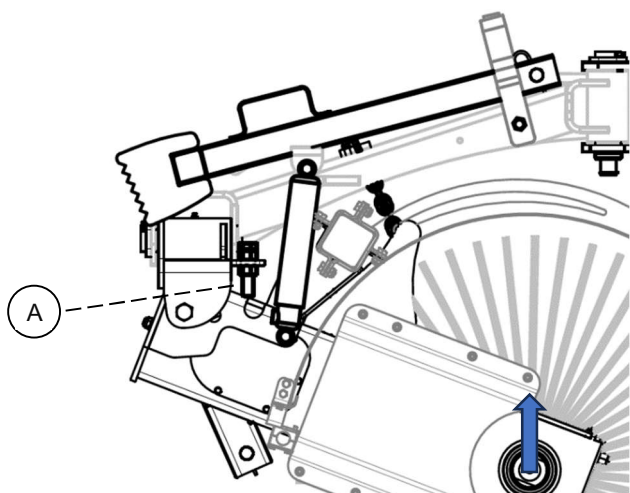
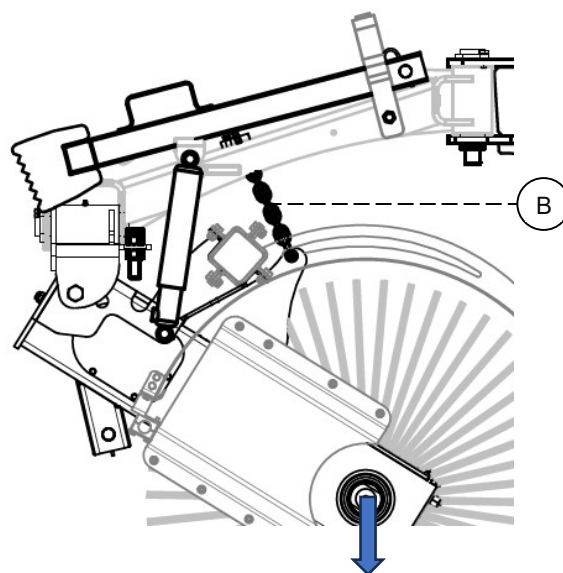
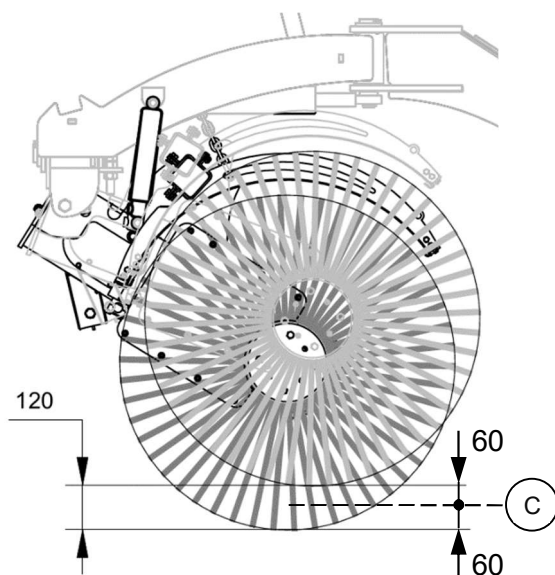

Bild.1 – Vertikal rörlighet upp (ändläge).
Bild.2 – Vertikal rörlighet ner.
Bild.3 – Flytläge.
Sopvalsens rörelse begränsas vertikalt uppåt utav stoppskruvarna (A) enl. bild 1 och vertikalt neråt utav kedjan (B) enl. Bild.2. Total rörelse upp och ner är ca 120 mm enl. Bild.3.
Det är viktig att positionera flyttlägesfästet så att det kan röra sig fritt både uppåt och neråt. Se nivå (C) på Bild.3.